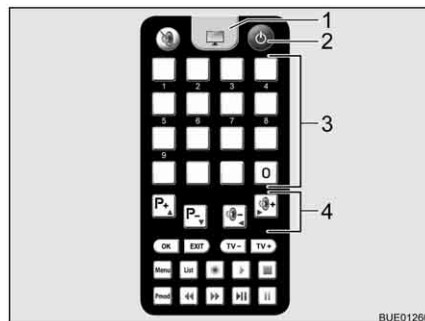

Bild 32 Fernbedienung Fernsehgerät
- Auf der Fernbedienung für das Fernsehgerät Taste "⏻" (Bild 32,2) drücken. Die Anlage geht in den Suchmodus. Ein Dauerton ertönt.
- Zum Umschalten auf Fernsehempfang auf der Fernbedienung für das Fernsehgerät die Fernsehtaste (Bild 32,1) drücken. Der Signalton endet. Ein Bild erscheint auf dem Bildschirm.
- Über die Speichertasten (Bild 32,3) auf der Fernbedienung für das Fernsehgerät oder über die Funktionstasten (Bild 32,4) den gewünschten Sender wählen.